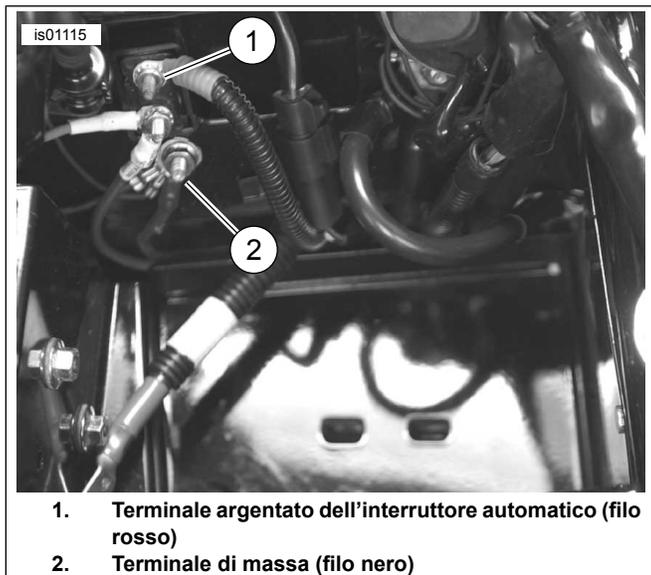

Figura 4. Collegamenti (senza batteria) dei modelli Touring 2003 o precedenti (illustrato il modello FLHTCU 2003)
3. Vedere Figura 4. Tagliare il filo nero nel cablaggio del dispositivo di apertura della porta del garage in modo che arrivi facilmente al prigioniero di massa (2). Il prigioniero di massa è posto sotto l'interruttore automatico nel pozzetto della batteria sotto la sella.